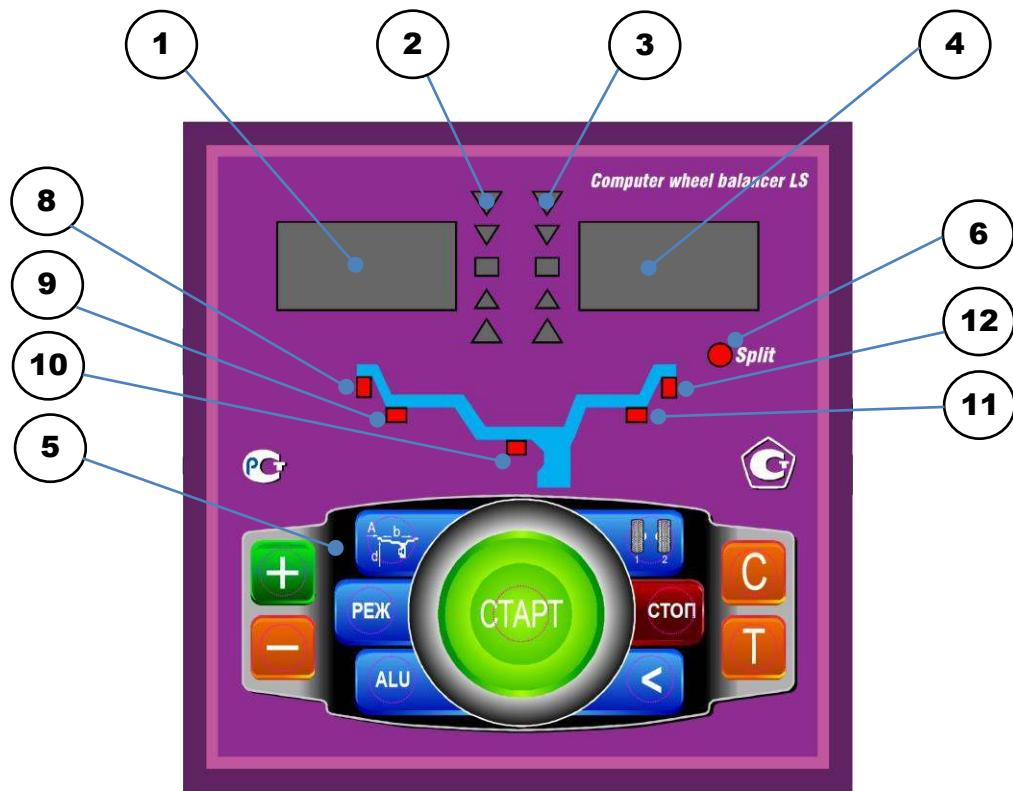

рис.8.1.
8.1. Общий вид лицевой панели показан на рис. 8.1.
При выдвижении штанги на индикаторах 1 (рис. 8.1) отображается значение параметра "A". Значение параметра "d" отображается на индикаторах 4.
Для ввода ширины нажмите кнопку "+" или "-" на индикаторах 1 (рис. 8.1) высветится "-b-", а на индикаторах 4 значение ширины диска. Через 2-3 сек после установки ширины индикаторы в режим отображения текущего дисбаланса.
Дважды нажать кнопку "A, d, b", после чего на индикаторах 1 (рис. 8.1) загорается символ "A", а на индикаторах 4 исходная величина дистанции. Нажимая кнопки "-" и "+" установить на индикаторах 4 требуемую величину дистанции. Через 2-3 сек после установки дистанции показания на индикаторах 1 и 4 возвращаются к отображению текущего дисбаланса, а кнопки "-" и "+" возвращаются в режим ввода ширины обода.
11.1. Переключение схем ALU1-ALU5 осуществляется последовательным нажатием кнопки "ALU" при этом схема установки грузов отображается загоранием соответствующих светодиодов 8-12 (рис.8.1), кроме того, на индикаторах 1 отображаются символы ALU, а на индикаторах 4 номер 1-5. Через 2-3 сек. после установки требуемой программы ALU индикаторы 1-4 переходят в режим отображения дисбаланса.
12.3. Для входа в программу Split нажмите кнопку РЕЖ , после чего загорается светодиод 6 (рис.8.1) и на индикаторах 1 загораются символы "SPn", означающие, что необходимо ввести число спиц обода колеса, подлежащего балансировке. При этом на индикаторах 4 загорается цифра 5. Если число спиц колеса отличается от 5, кнопками "-" и "+" установите на индикаторах 4 фактическое число спиц колеса.
12.4. Запустите СБ. После остановки вала установите любую спицу обода колеса вертикально вверх (на 12 часов) и нажмите кнопку С. После чего, на индикаторе 1 и линейке 2 (рис.8.1) будут указаны величина и место установки корректирующего груза на внутренней плоскости.
Эта функция обеспечивается тем, что каждый раз при вводе новых геометрических параметров и установке требуемой программы ALU, предыдущее состояние запоминается. Для перехода от одного набора параметров к другому необходимо нажать кнопку "1-2". Визуальный контроль того, какие параметры установлены в данный момент, осуществляется нажатием "A,d,b" на индикаторах 4 (рис.8.1) будут последовательно отображены, установленные в данный момент диаметр и ширина обода и дистанция.
14.1. При включении тумблера питания СБ на индикаторах 1 (рис. 8.1) высвечивается трёхзначное число -номер версии программного обеспечения. Через 2-3 сек на индикаторах 1 и 4 должны загореться нули, кроме того должны загореться светодиоды 8 и 12, что свидетельствует о включении режима стандартной балансировки с установкой на обеих плоскостях коррекции грузиков на пружинках. На линейках 2 и 3 (рис. 8.1) должны загореться центральные светодиоды.
14.2. При включении СБ программа измерения дисбаланса настраивается таким образом, что дисбаланс менее 8 г (заводская установка) на любой плоскости коррекции не показывается, в этом случае на индикаторах 1 и 4 (рис. 8.1) высвечиваются "0". Минимальный дисбаланс отображающийся на индикаторах 1 и 4 равен 8г. Дисбаланс, превышающий 8г, округляется до величины кратной 5, т. е. дисбаланс 9, 10, 11 и 12 г отображается цифрой 10, дисбаланс 13, 14, 15, 16 и 17 г - цифрой 15 и т. д. Для просмотра неокруглённого значения дисбаланса или дисбаланса менее 8г. необходимо нажать кнопку "<", при этом на индикаторах 1 и 4 на 2-3 сек высвечиваются фактические значения дисбаланса, определённые в данном запуске.
14.5.1. Поднимите защитный кожух. Вручную поворачивайте колесо, при этом свечение светодиодов на линейках 2 и 3 (рис. 8.1.) будет перемещаться, и в какой-то момент на одной из линеек загорятся все светодиоды и цвет их свечения сменится на зелёный.